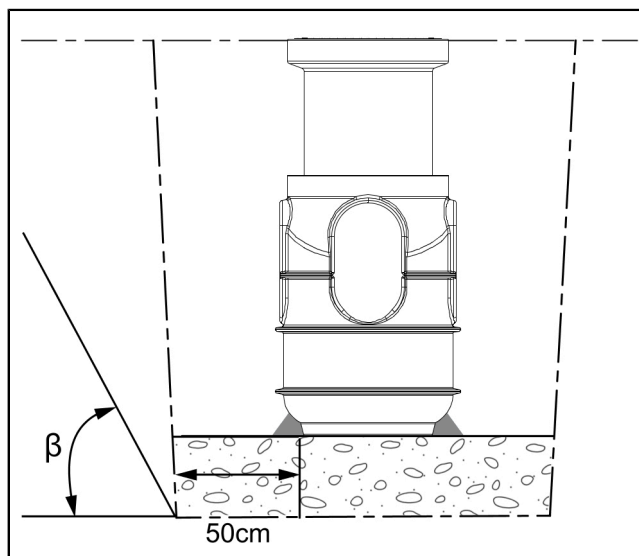

Fig. 1: Excavation du sol
- ▶ Remblayer l'espace intermédiaire résiduel, (cf. "Fig. 1: Excavation du sol", page 46) segment par segment, de matériau de charge d'une grosseur de 0/16. Après chaque remblayage de 30 cm, compacter à Dpr = 97 % jusqu'au bord supérieur ou la hauteur du corps de chaussée standard.